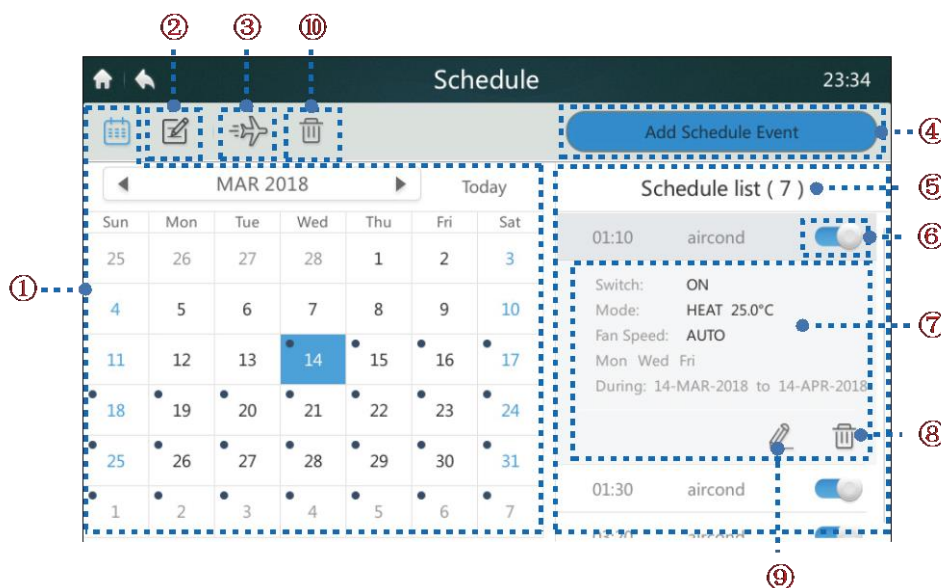

Figura 19: Home page della pagina Schedule (Programma)
1. Toccare il pulsante “Add Schedule Event” (Aggiunta degli eventi del programma) contrassegnato “4” nella figura 19 per passare all’interfaccia mostrata nella figura 20.
1. Toccare il pulsante “” (Ferie) contrassegnato “3” nella figura 19 per passare all'impostazione delle ferie come mostrato sotto. Durante il periodo di ferie non vengono utilizzati i programmi del funzionamento impostati.
Toccare il pulsante “” (Cancellare) contrassegnato “10” nella figura 19 per cancellare tutti i programmi impostati. Apparirà il seguente messaggio, come mostrato nella figura sottostante. Toccare su “Delete” (Cancellare) per eliminare le pianificazioni o su “Cancel” (Annullamento) per annullare questa operazione.